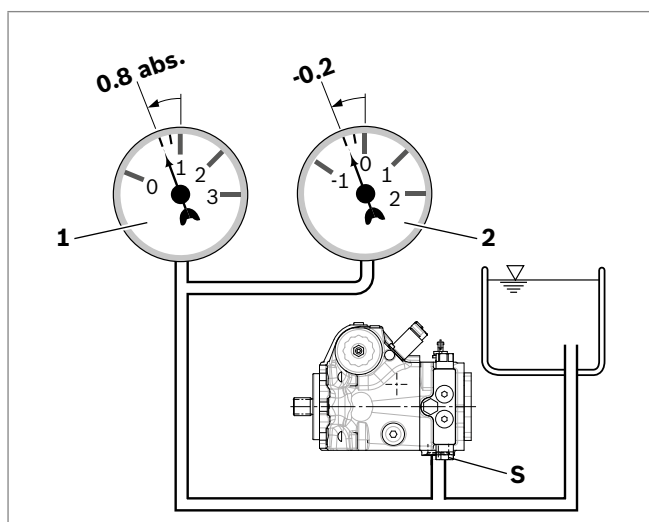

Abb. 8: Saugdruck
- Stellen Sie sicher, dass für die Axialkolbenpumpe in allen Einbaupositionen und Einbaulagen im Betrieb ein minimaler Saugdruck von 0.8 bar absolut am Anschluss **S** vorliegt (bei Kaltstart 0.5 bar absolut), siehe Abb. 8. Weitere Druckwerte siehe Datenblatt.